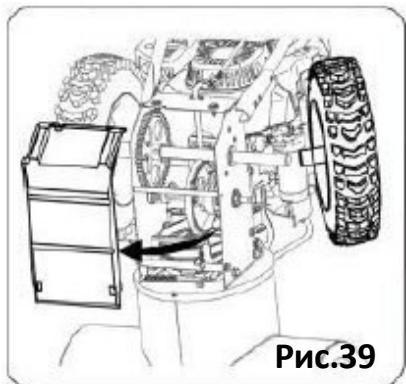

Рис.39
- Снимите правое колесо, сняв винт и колоколообразную шайбу, которые крепят его к оси см.рис.39.